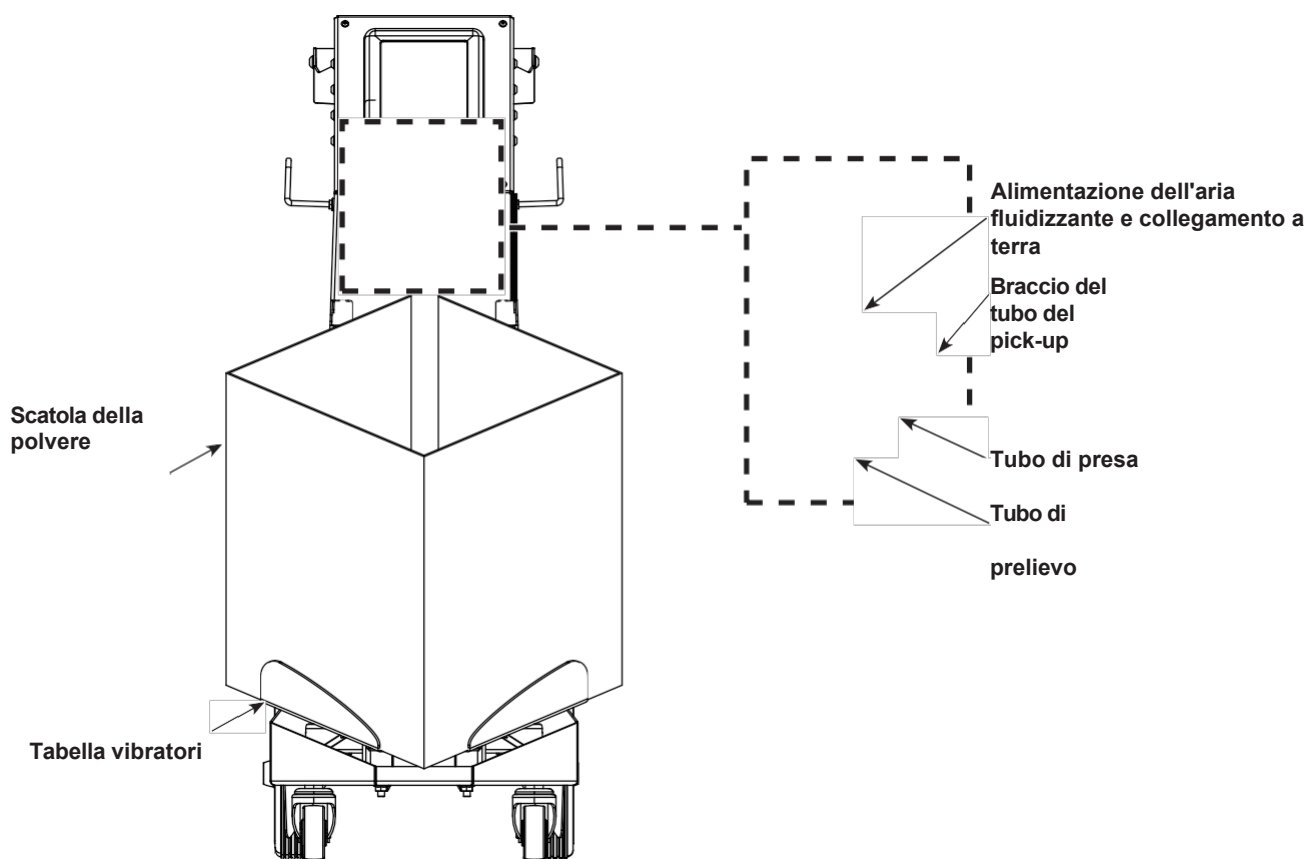

Figura 4-1 Installazione della scatola per polveri
1. Vedere Figura 4-1. Sollevare il tubo di prelievo e spostare il fermo del tubo verso il basso e sotto l'estremità del tubo di prelievo per tenerlo in posizione sul braccio.